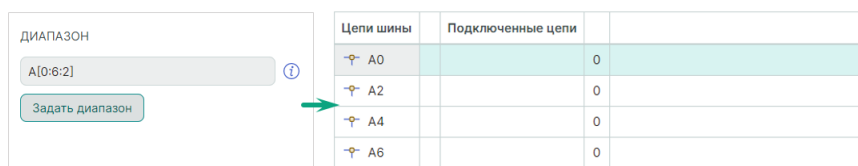

Рис. 193 Добавление диапазона (префикс, диапазон и шаг)
- с шагом ввода диапазона – Prefix[Min:Max:N], где N – целое число, которое меньше или равно Max, см. Рис. 193.